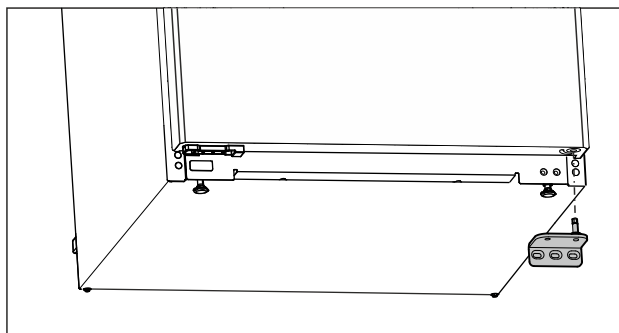

Fig. 7
- ▶ Vegye le lefelé a csapágybakot. (lásd Fig. 7)